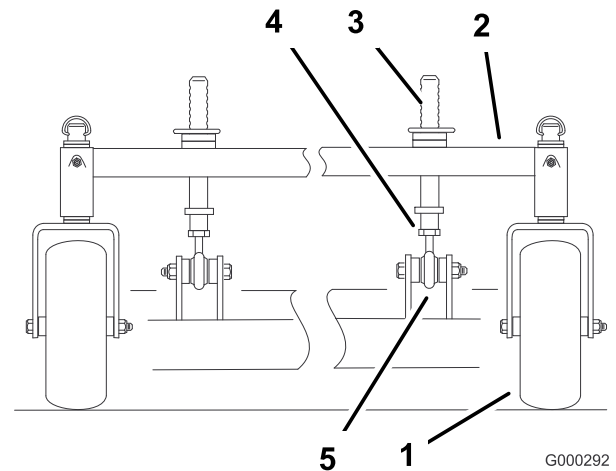

Figura 75
1. Para cambiar la inclinación longitudinal, pueden ajustarse los pilares delanteros de ajuste de altura de corte (Figura 75).
2. Para elevar la parte delantera de la carcasa, afloje la contratuerca y haga girar el pilar delantero en el sentido de las agujas del reloj (Figura 75).
3. Para bajar la parte delantera de la carcasa, afloje la contratuerca y haga girar el pilar delantero en el sentido contrario de las agujas del reloj (Figura 75).
- Apriete las contratuercas (Figura 75).